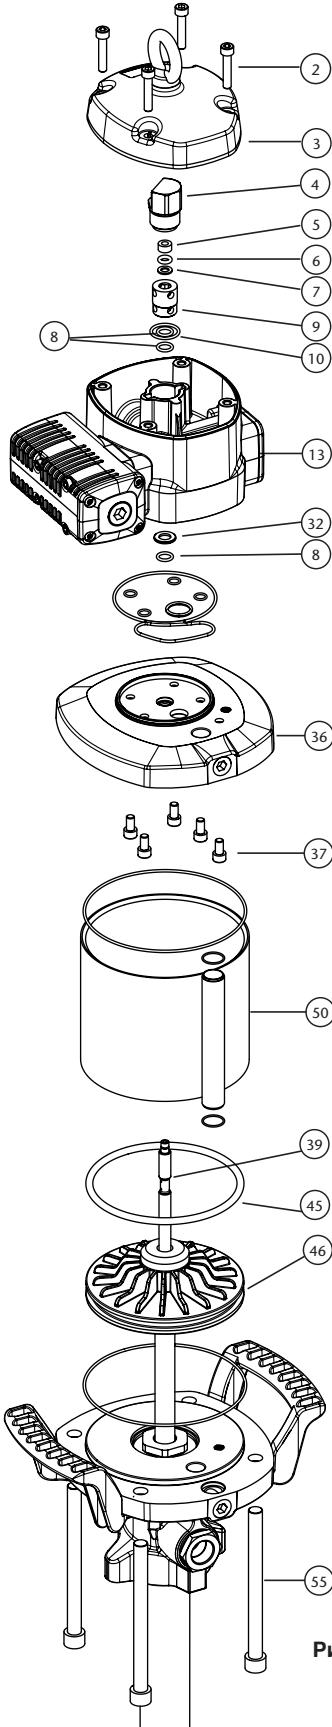

Рис. 7
УПЛОТНЕНИЯ ПНЕВМАТИЧЕСКОГО ДВИГАТЕЛЯ (РИС. 7)
1. Отвинтить болты (2) и снять крышку (3).
2. Отвинтить гильзу датчика (4).
3. Зажав щипцами гайку (5), вытянуть шток (39) так, чтобы вышла наружу его центральная расточенная часть (рис. 7а). Затем другими щипцами зажать шток (39) в области расточки для предотвращения повреждения поверхности уплотнения и отвинтить гайку (5) (рис. 7б).
4. Снять уплотнительное кольцо (6) и кольцо (7). При сборке заменить их на новые.
5. Отвинтить болты (56). Снять корпус двигателя (13) с фланцем (36).
6. Снять крышку инвертора (9) и заменить на ней уплотнения (8) и (10).
7. Отвинтить болты (37) и отсоединить мотор (13) от фланца (36). Снять шайбу (32) и заменить уплотнение (8).
8. Аккуратно удерживая пневматический поршень (46), снять цилиндр (51). Заменить уплотнение поршня (45).
9. Выполнить сборку деталей в обратном порядке. При сборке нанести на винты (37), гайку (5) и гильзу датчика (4) закрепитель резьбы.
Рис. 7а
Рис. 7б